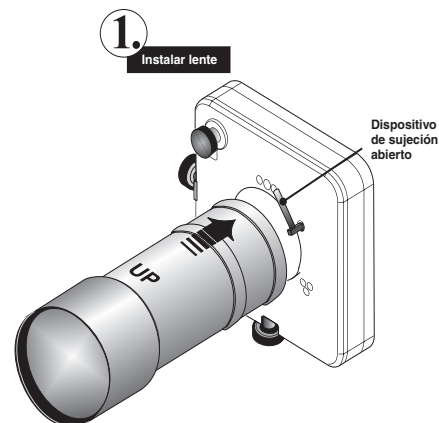

Figura 2-7 Apertura de la sujeción de la lente e inserción de la lente
2. Gire el sujetador de la lente a la posición de abierto (OPEN). Consulte la **Figura 2-7**.